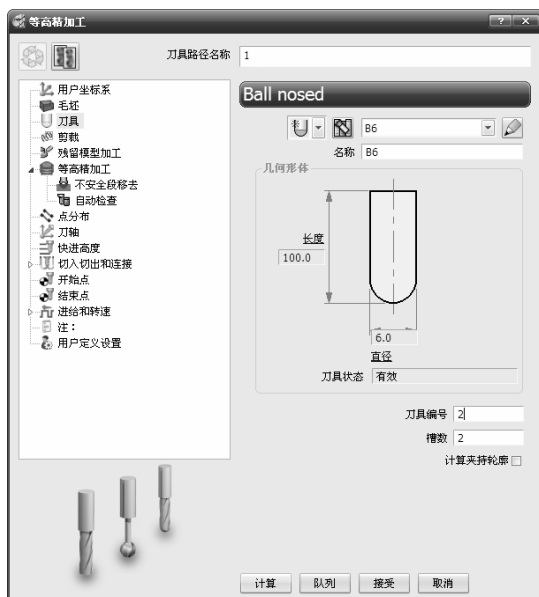

图 3-39 “等高精加工”对话框
2) 在弹出的“等高精加工”对话框中设置相关参数, 如图 3-39 所示。